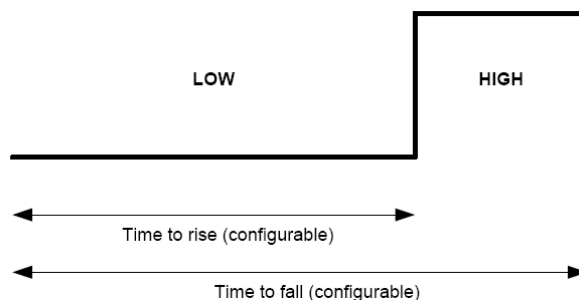

图 7.1 定时器模式信号
这些时间和定时器信号在下面的图 7.1 中说明。
- **单次触发模式：**定时器产生一个脉冲周期（如图 7.1 所示），接着停止。可使用函数 `vAHI_TimerStartSingleShot()` 在该模式下启动定时器；